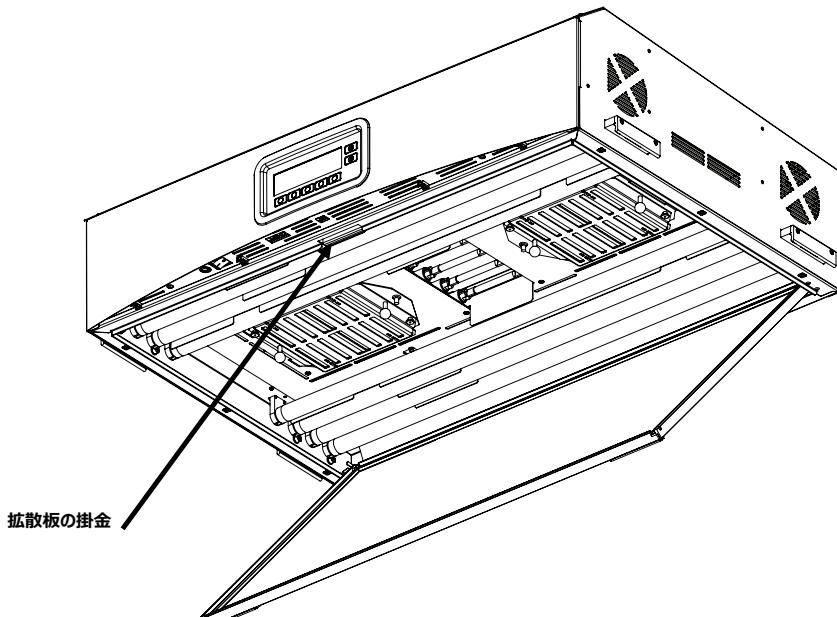

図 10：拡散板を取り付ける光源装置
7. 拡散板の前方が閉じた状態になるまで持ち上げ、掛金で固定します。（図 10 参照）